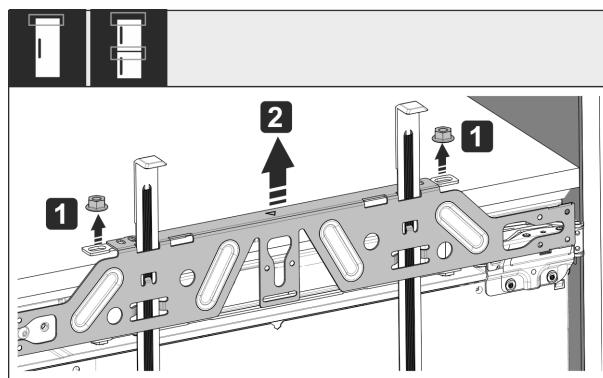

Fig. 54
- ▶ Soltar las contratuercas Fig. 54 (1).
- ▶ Quitar el travesaño de fijación Fig. 54 (2).